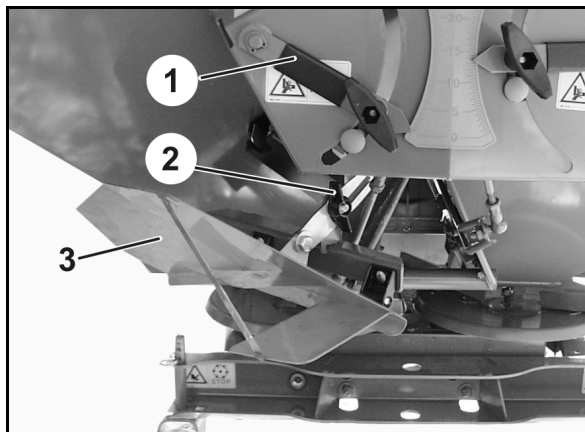
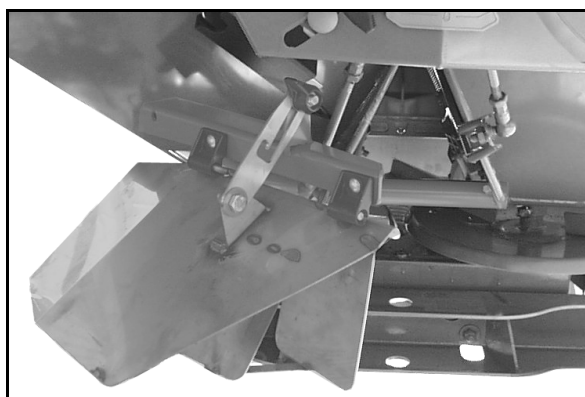

图 82
图 83
- 关闭左侧滑门 (图 82/1)。
2. 松脱翼型螺母 (图 82/2)。
3. 将临界撒播罩 (图 82/3) 从停止使用位置向下摆动至工作位置 (图 83)。
4. 重新拧紧翼型螺母 (图 82/2)。